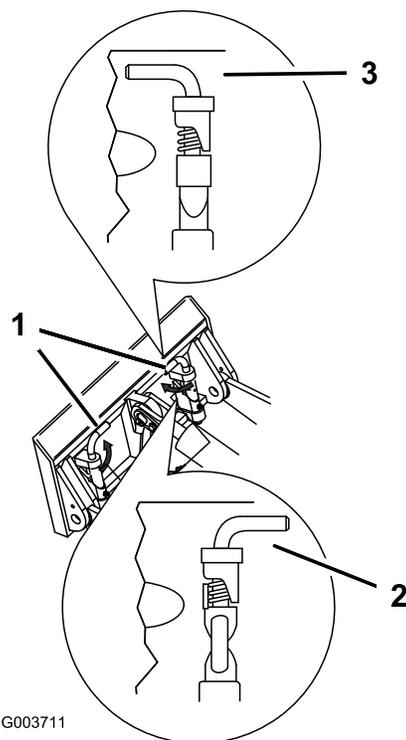

図 11
7. クイック取り付けピンを取り付けプレートにはめ込み、確実にはまっていることを確認する 図 11。